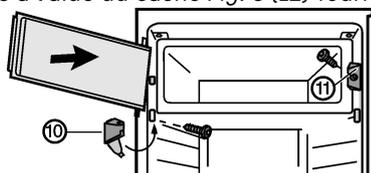

Fig. 7*
- ▶ Monter l'élément de fermeture Fig. 7 (11)*
- ▶ Monter le support d'appui Fig. 7 (10) et fermer le cache.*